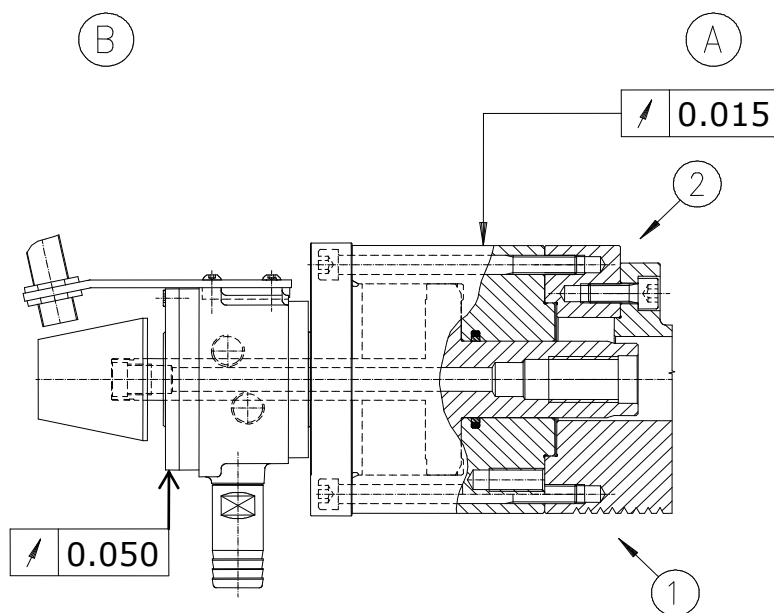

Rys. 2
5.2. Aby cylinder mógł się obracać z wysoką prędkością przy minimalnym momencie bezwładności, musi on znajdować się dokładnie w osi obrotowej wrzeciona i być jak najbliżej tylnej końcówki wrzeciona. Konieczne jest zatem przed zamontowaniem cylindra sprawdzenie czy powierzchnie bazowe zabieraka na których będzie instalowany cylinder wykonane są zgodnie z poniższymi kryteriami dokładności pokazanymi w tabeli 3, Rys. 2.